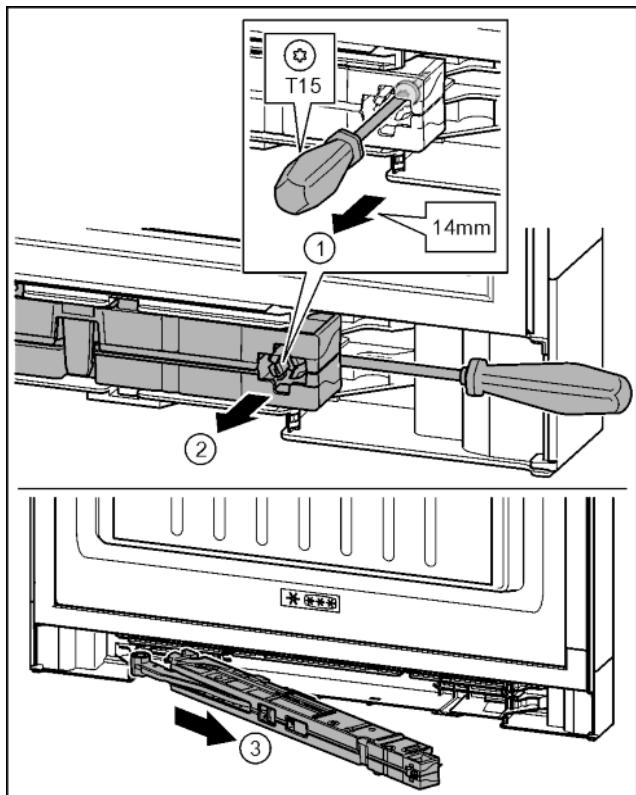

Fig. 20
- Šroub na jednotce tlumiče zavírání povolte šroubovákem T15 o cca 14 mm. Fig. 20 (1)
- Šroubovákem na straně madla zajedťte za jednotku tlumiče zavírání. Otočte jednotku dopředu. Fig. 20 (2)
- Vytáhněte jednotku. Fig. 20 (3)